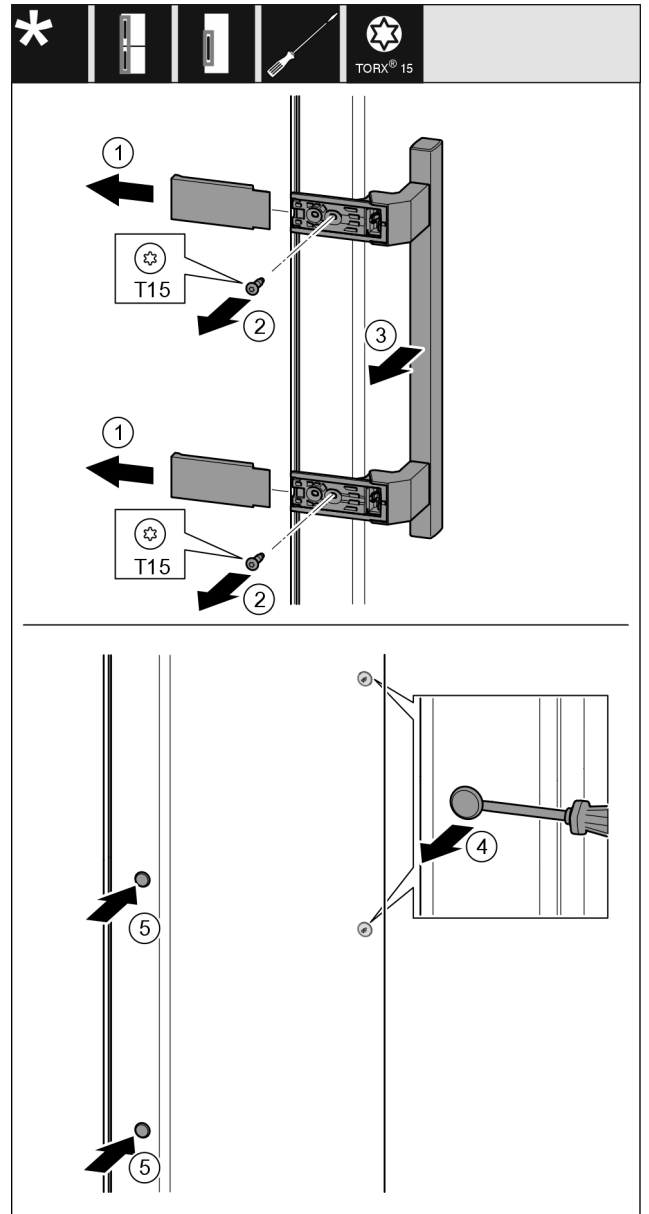

Fig. 46
- ▶ 拆下盖板 Fig. 46 (1)。
- ▶ 用螺丝刀将螺钉 Fig. 46 (2)旋开。
- ▶ 取下把手 Fig. 46 (3)。
- ▶ 用带槽螺丝刀小心地提起侧边的堵头 Fig. 46 (4)并将其拉出。
- ▶ 将堵头 Fig. 46 (5)重新放入另一个侧。